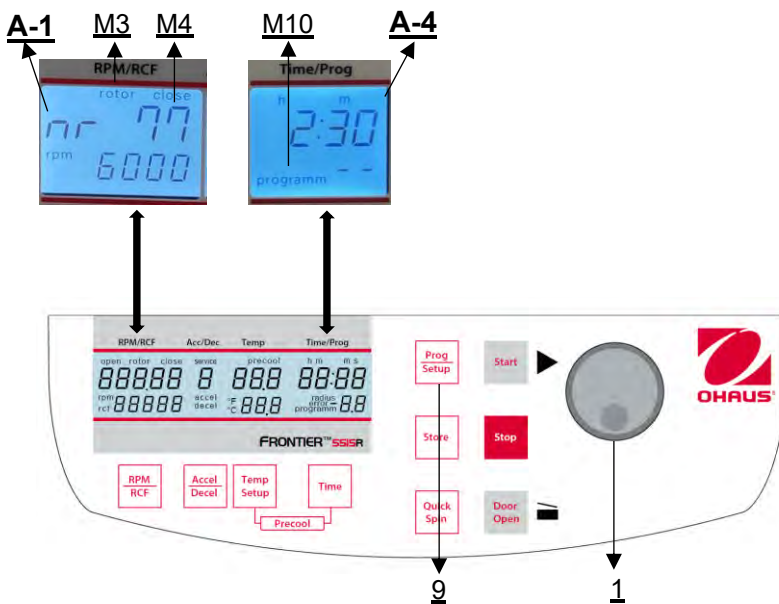

Figure 25
Pour rappeler les programmes mémorisés, appuyer sur la touche **"Prog/Setup"** (9) (voir Figure 25) alors que le couvercle est déjà fermé. Dans l'affichage **"Time/Prog"** (A-4), **"program--"** (M10) apparaît. Le numéro de programme souhaité peut être présélectionné à l'aide du bouton de réglage (1).
Pour quitter le mode programme, il suffit d'appuyer sur la touche "**Prog/Setup**" (9) (voir **Figure 25**). Ensuite, à l'intérieur de l'écran